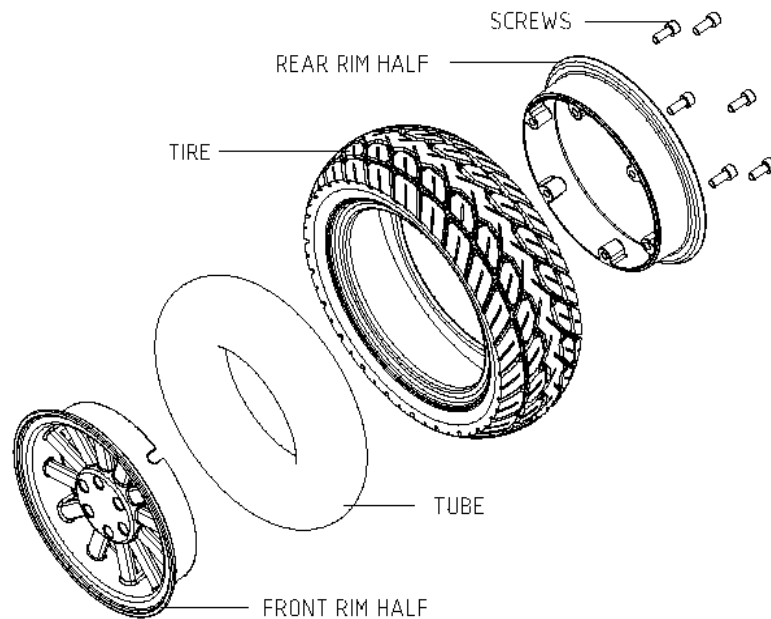

Abbildung 21: Austausch des Schlauchs
5. Nehmen Sie die zwei Felgen auseinander und entfernen Sie den Schlauch (Abbildung 21).